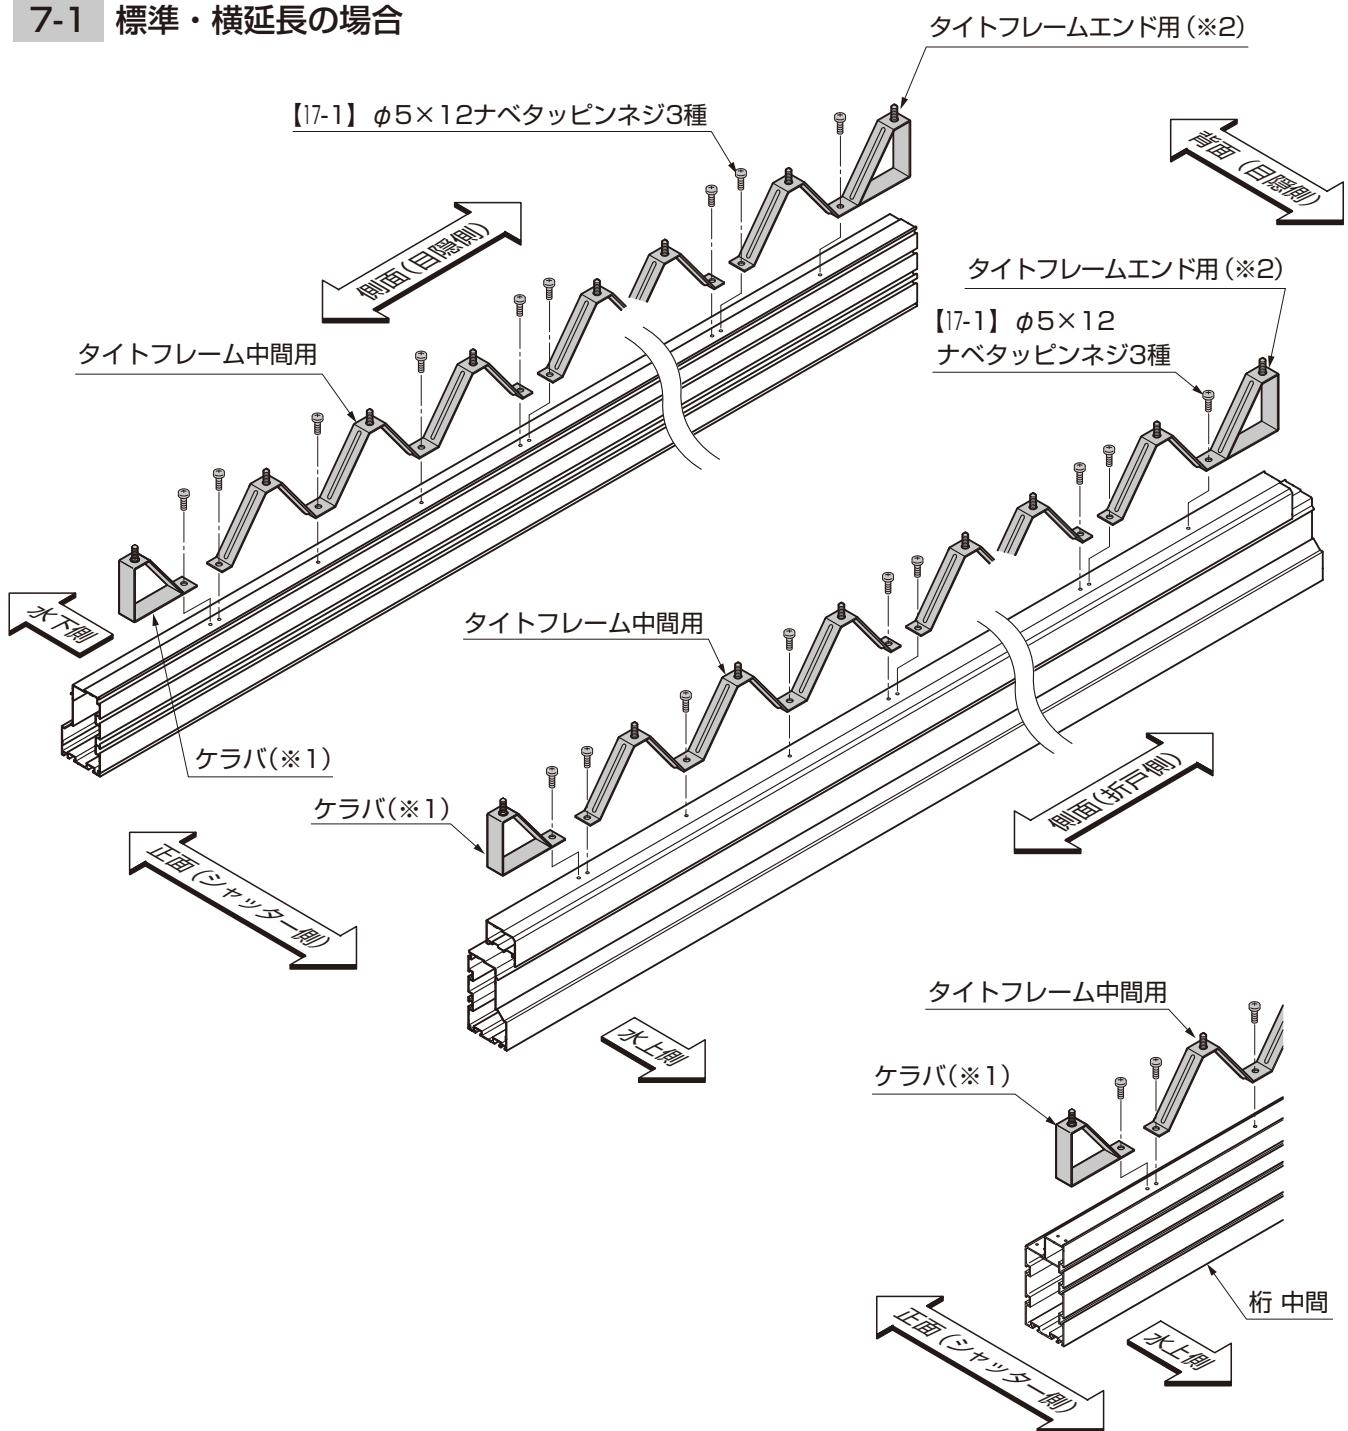

図7-1 桁 中間への取付け（横延長の場合）
- 横延長の場合は、桁 中間にもタイトフレームを取付けてください。（図7-1参照）